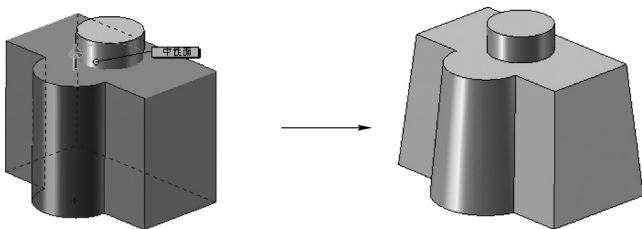

图 4-63 选择“外部的面”选项拔模
- 外部的面：令所有与中性面相邻的外部面都进行拔模，如图 4-63 所示。